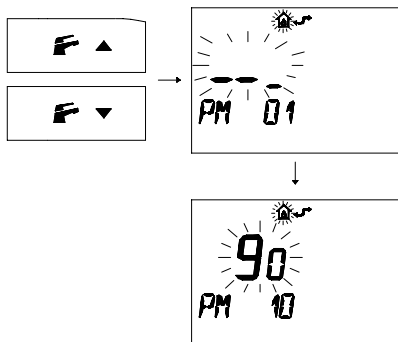

fig. 5.42
- 3 Premere i pulsanti o per visualizzare la programmazione **"PM 10"** selezione della frequenza di accensione (fig. 5.42)
Nella fig. 5.42 si visualizza un *SET* programmato di **90** corrispondente ad un tempo di riaccensione di 3 minuti circa.